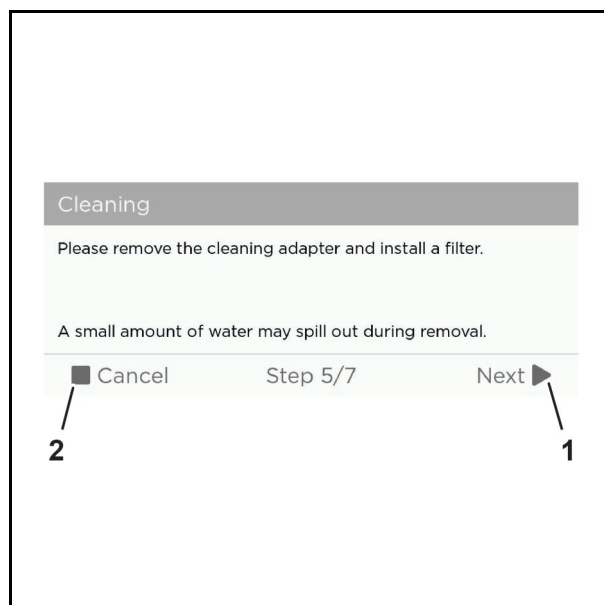

Abb. 72 Beispielgrafik
9. Tippen Sie auf die Schaltfläche "Next" (Abb. 72/1), um mit der Systemspülung fortzufahren oder "Cancel" (Abb. 72/2), um die Reinigung abzubrechen.